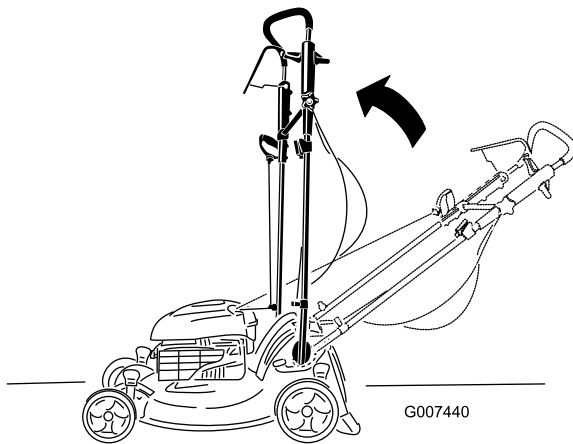

Figura 50
- Mueva el manillar a la posición vertical (Figura 50).